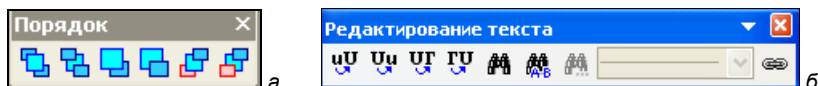

Рис. 25.6. а — панель инструментов **Порядок**;
- ◆ из раздела **Команды** перетащите пиктограммы **Вперед всех**, **Позади всех**, **Перед объектом**, **За объектом**, **На уровень вперед**, **На уровень назад** на вновь созданную панель. У вас должна получиться панель инструментов, как на рис. 25.6, а. Самостоятельно создайте панель инструментов **Редактирование текста** (рис. 25.6, б).